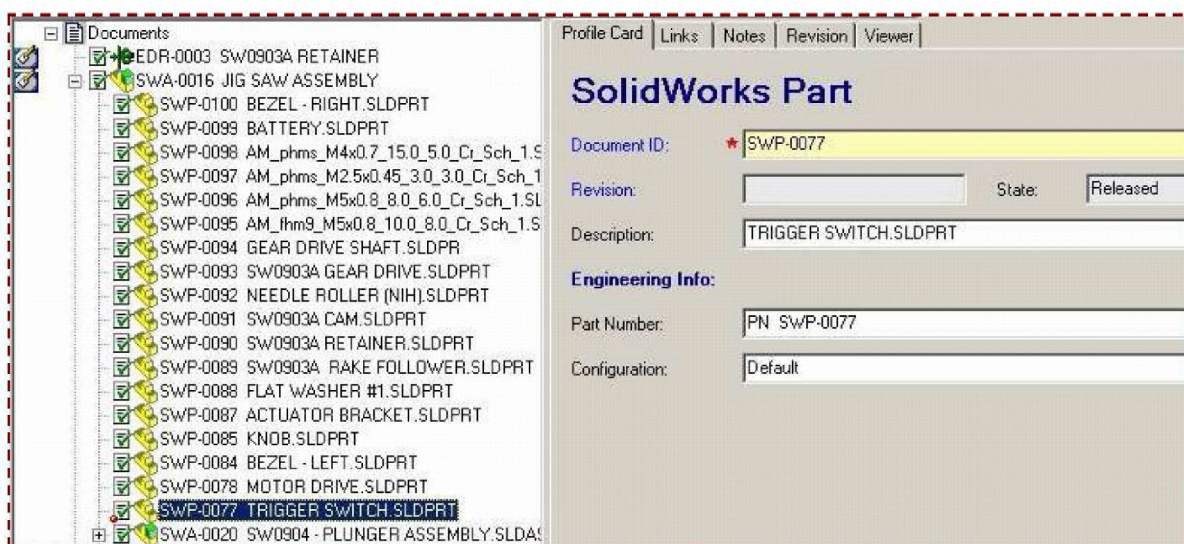

Рис.66. Версия документа не последняя
- Выберите документацию по детали «Trigger Switch». Красная точка на значке указывает на то, что данная версия документа не последняя (рис. 66).